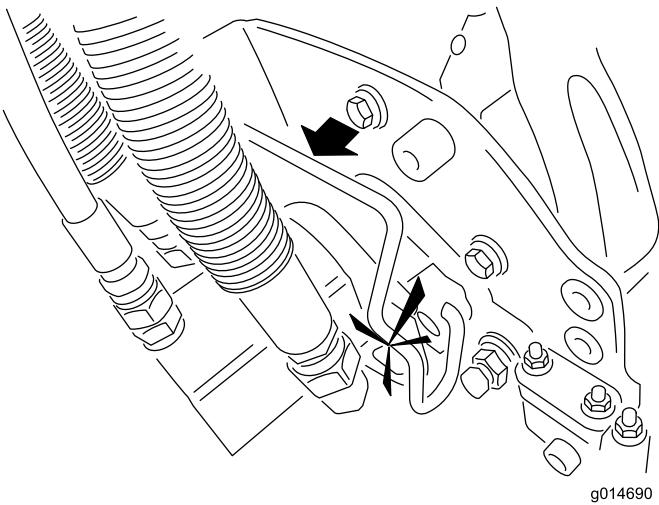

Figura 14
7. Revista o veio estriado do motor da unidade de corte com massa lubrificante limpa (Figura 14).
8. Insira o motor no lado esquerdo da unidade de corte (visto da posição do operador) e empurre a barra de retenção do motor na unidade de corte na direcção do motor até ouvir um “clique” de ambos os lados do motor (Figura 14).